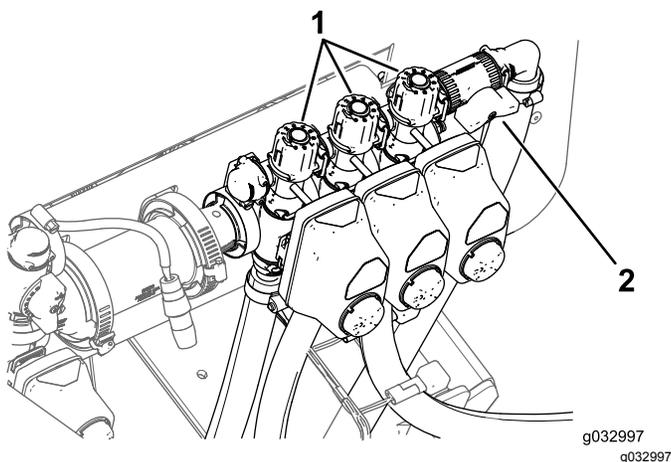

Рисунок 47
11. Выключите левую стрелу и с помощью ручки перепуска левой секции стрелы (Рисунок 47) установите интенсивность опрыскивания, отображаемую на дисплее, на прежний уровень в соответствии с таблицей.
13. С помощью ручки перепуска правой секции стрелы (Рисунок 47) установите интенсивность опрыскивания, отображаемую на дисплее, на прежний уровень в соответствии с таблицей.
15. С помощью ручки перепуска средней секции стрелы (Рисунок 47) установите интенсивность опрыскивания, отображаемую на дисплее, на прежний уровень в соответствии с таблицей.